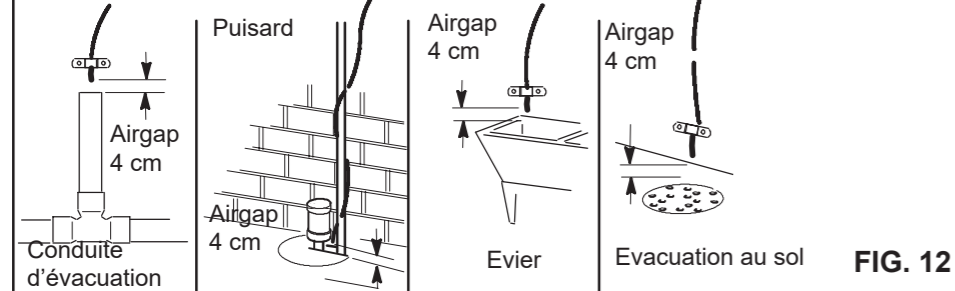

FIG. 12
Dirigez le tuyau d'évacuation vers un point d'évacuation existant. Une évacuation au sol, un évier de buanderie, une conduite d'évacuation etc sont des points d'évacuation convenables. See Fig. 12.
4. Dirigez le tuyau vers le point d'évacuation et sécurisez son installation avec un collier de serrage (non fourni) Cf Fig. 12. Laissez un espace de 4 cm entre l'extrémité du tuyau et l'évacuation. Cf Fig. 12.